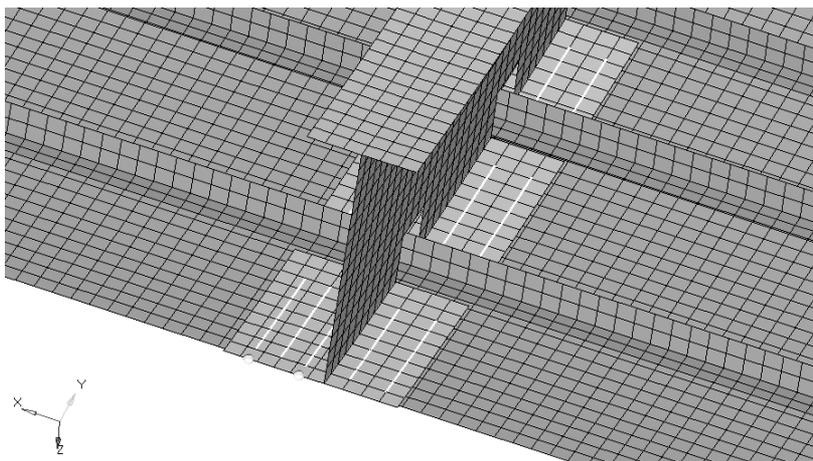

图 7-78 将一维单元移动到另一根框的椽条上
(11) 重复上面的步骤，将一维单元移动到另一根框的椽条上，如图 7-78 所示。